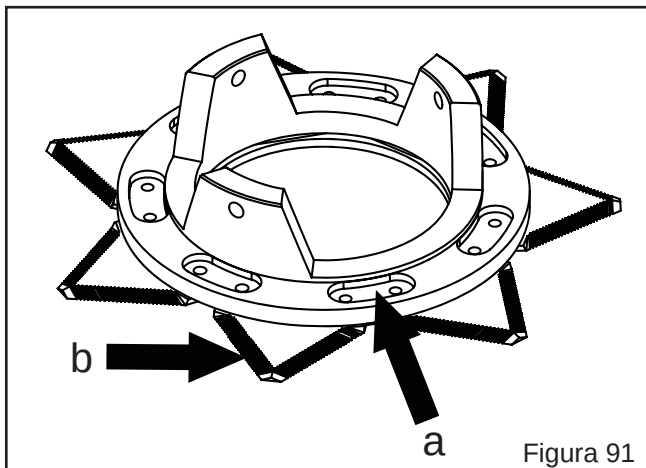

Figura 91
Havendo o desgaste das facas triangulares dos cilindros ceifadores, efetue a inversão dos conjuntos ceifadores ("a" Figura 91), do cilindro direito para o esquerdo e vice-verso.
- Efetue o procedimento de desmontagem conforme item "a" até o item "g", citados no item 10.2;
- Retire os rebites "A" (figura 91) que prendem as facas, utilizando esmerilhadeira e punção;
- Substitua as facas "B" (figura 91), e os rebites. Utilize uma prensa ou martelo para rebitar as facas;
- Efetue a montagem inversamente a estas instruções e as instruções do item "a" até o item "g", citados no item 10.2.